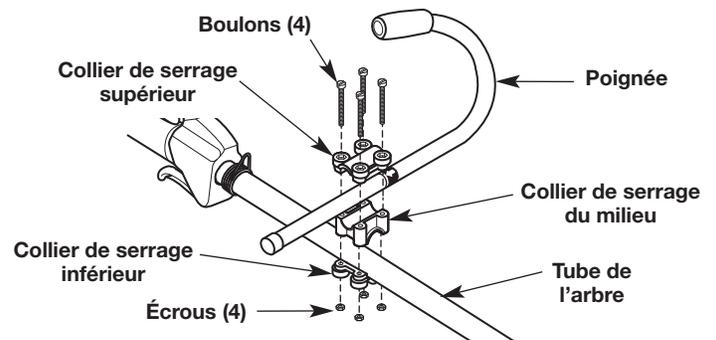

Fig. 2
1. Placez la poignée entre le collier de serrage du milieu et le collier de serrage supérieur (Fig. 2). Le cas échéant, faites pivoter ou retournez le collier de serrage du milieu jusqu'à ce que les ouvertures dans le collier de serrage supérieur et le collier de serrage du milieu s'alignent.
2. Placez les colliers de serrage et la poignée sur le boîtier de l'arbre et sur le collier de serrage inférieur (Fig. 2).
REMARQUE : Assurez-vous que la partie courbée de la poignée se trouve à la gauche de l'opérateur (Fig. 2).
3. Tout en maintenant les morceaux ensemble, insérez les boulons (4) dans les ouvertures alignées (Fig. 2).
4. Vissez un écrou à l'extrémité d'un boulon, sans toutefois bien le serrer. Poussez l'écrou dans la cavité hexagonale du collier de serrage inférieur. Maintenez l'écrou en place avec un doigt. Serrez la poignée avec un tournevis à tête plate, mais ne le serrez pas complètement (Fig. 2). Répétez cette étape pour chaque boulon et écrou.
1. Desserrez légèrement les boulons (4) au moyen d'un tournevis cruciforme (Fig. 2).